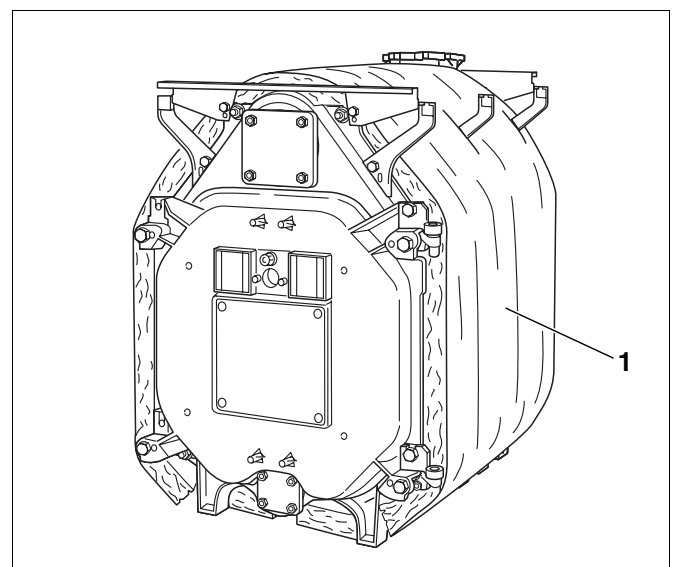
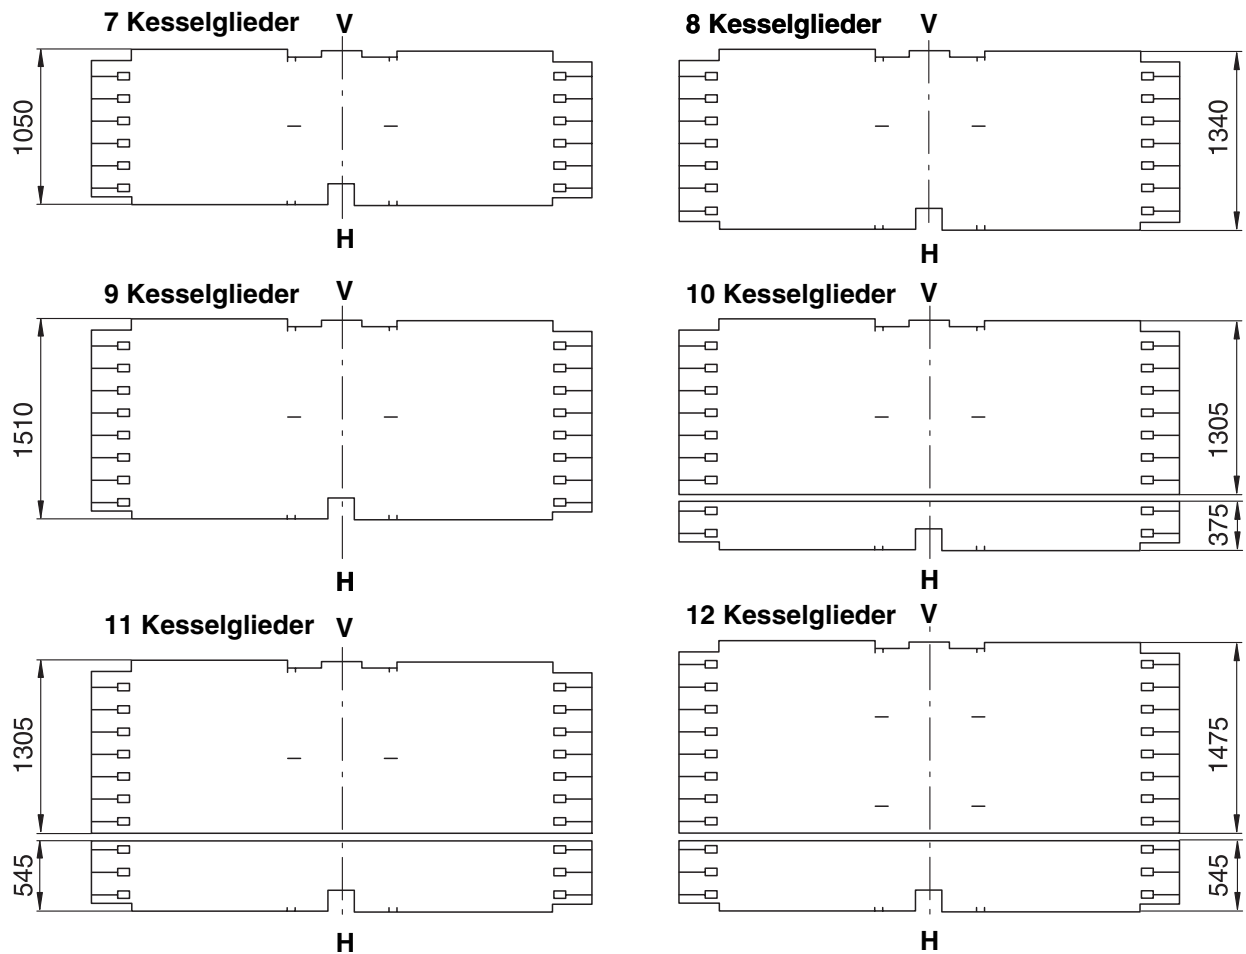

Abb. 41 Kesselblock mit Wärmeschutz
Abb. 42 Wärmeschutz für die verschiedenen Kesselgrößen (Maße in mm)
- Der mitgelieferte Wärmeschutz (Abb. 41, **Pos. 1**) entspricht der Kesselgröße. Der Wärmeschutz ist nach dem in Abbildung 42 dargestellten Schema auf dem Kesselblock anzuordnen (die Ziffern über dem ausgebreitet dargestellten Wärmeschutz entsprechen der Anzahl der Kesselglieder).